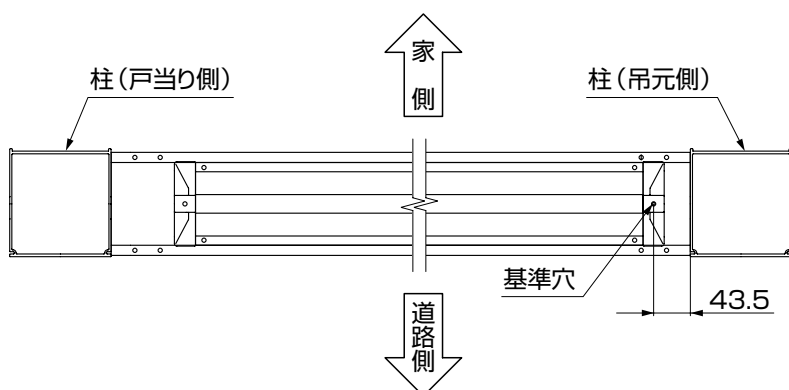

図6-3 シングルタイプ右引きの場合
- シングルタイプの場合、下レールステーの取付けに左右が発生します。基準穴のある方が吊元柱側になります。(図6-3参照)
- ④柱に桁・ベースプレート取付金具を差込み、【6-2】で取付けてください。
- ⑤桁に桁カバーを【6-6】で取付けてください。